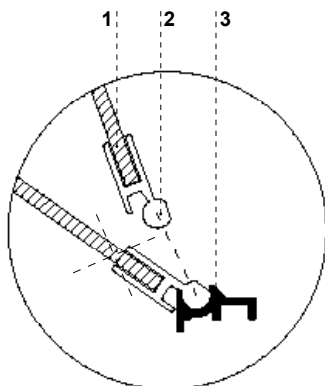

Рис.8 Демонтаж переднего стекла
- ⚠ Во время мытья оборудования изнутри, нельзя оставлять переднее стекло свободно открытым в алюминиевом профиле. Это угрожает повреждением стекла и не подлежит гарантии. Стекло на время обслуживания следует вынуть вместе с профилем Рис.8 (стр. 39).